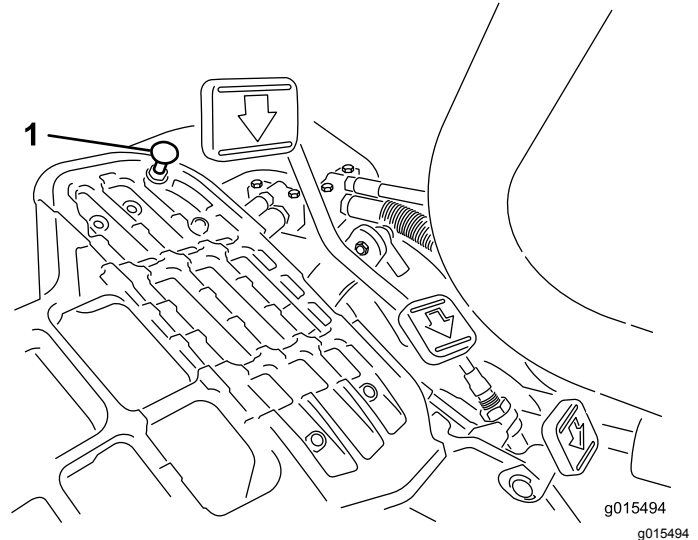

Bild 38
Stellen Sie den Funktionsschalthebel in die TRANSPORT-Stellung und treten Sie auf das Fahrpedal, um die maximale Transportgeschwindigkeit zu erreichen. Wenn das Pedal den Anschlag erreicht (Bild 38), bevor das Kabel gespannt ist, führen Sie folgende Einstellungsschritte aus:
1. Stellen Sie den Funktionsschalthebel in die TRANSPORT-Stellung. Lösen Sie die Sicherungsmutter, mit der der Pedalanschlag an der Bodenplatte befestigt ist (Bild 38).